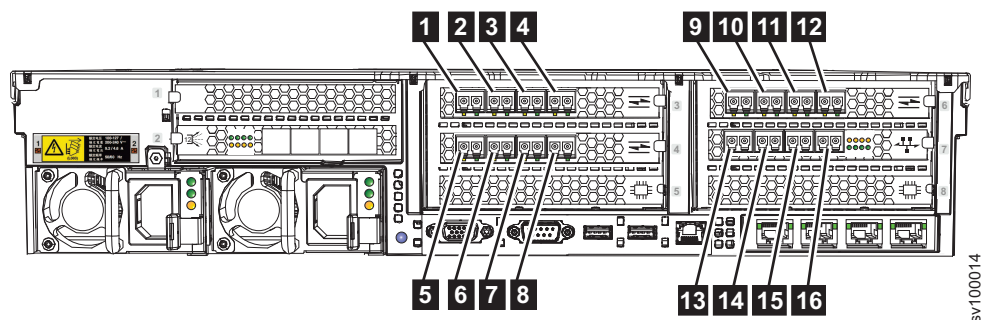

Рисунок 17. Номера портов Fibre Channel в обычной конфигурации
рис. 17 показывает номера физических портов Fibre Channel (FC), если 10-гигабитовый оптический адаптер Ethernet настроен для поддержки соединений FCoE.